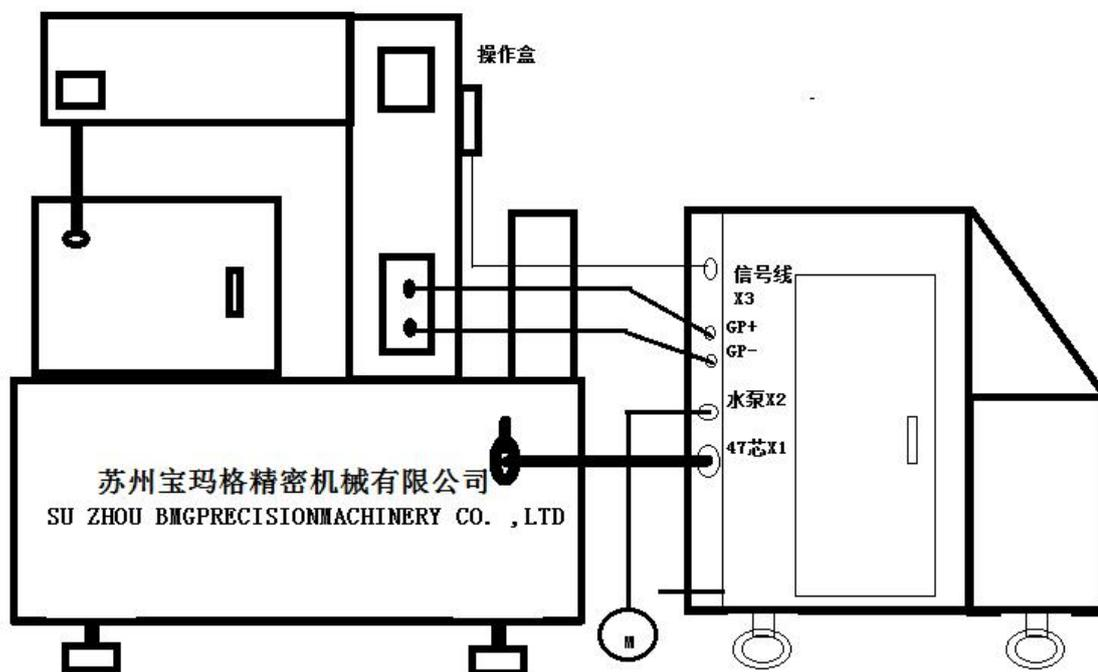

图 1.3 BMG 控制机与机床连接示意图
- 2) 从控制柜与机床端取出机床与电柜的常规连接线(仅以我公司一般机床为例, 特殊型号定制机床略有不同, 后同), 三根插头线的定义分别是: X1:47 芯控制线, X3:5 芯信号线, X2:220V 水泵电源线分别与机床相连并锁紧, 图 1.3 为控制机连机示意图。